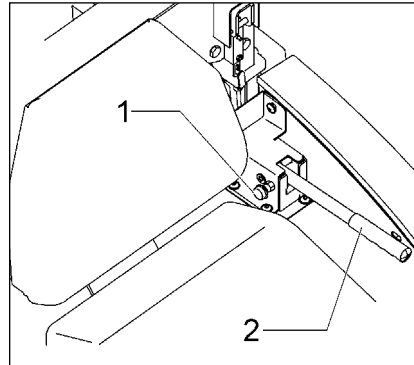

Abb.14
- Am Entriegelungshebel (Abb.14/2) den Sicherungsknopf (Abb.14/1) herausziehen.
- Mit dem Entriegelungshebel (Abb.14/2) den Kehrgutbehälter zum Schwenken freigeben.